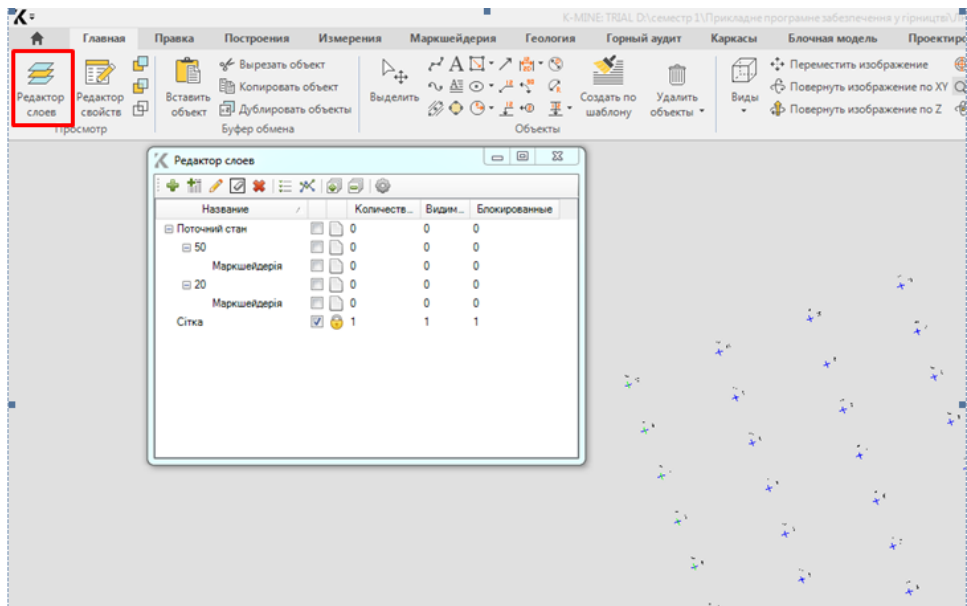

Рисунок 1.2. Редактор шарів
7. Відкрийте редактор шарів і створіть нові шари під іменами Поточний стан\50\Маркшейдерія і Поточний стан\20\Маркшейдерія (рис.1.2).